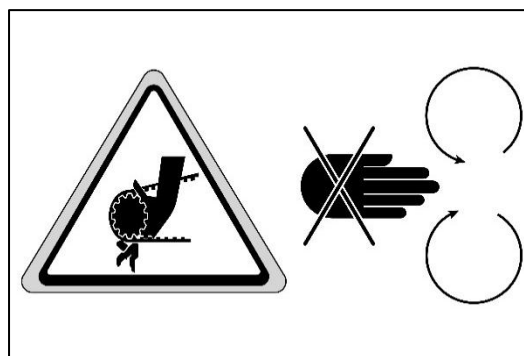

Abb. 17 – SCHUTZSCHILDE NIE BEI LAUFENDEM MOTOR ÖFFNEN ODER ENTFERNEN
- Öffnen und entfernen Sie keine Schutzvorrichtungen, während der Motor läuft (Abb. 17).